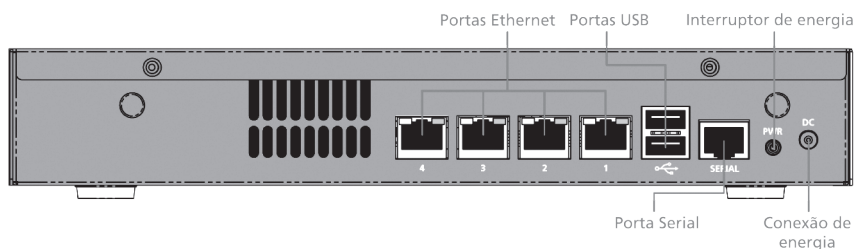

Figura 1 Kerio Control Box 1110 (vista traseira)
- Kerio Control Box Série 1000— aparelho Sub-1U que pode ser montado na mesa – Figura 1).